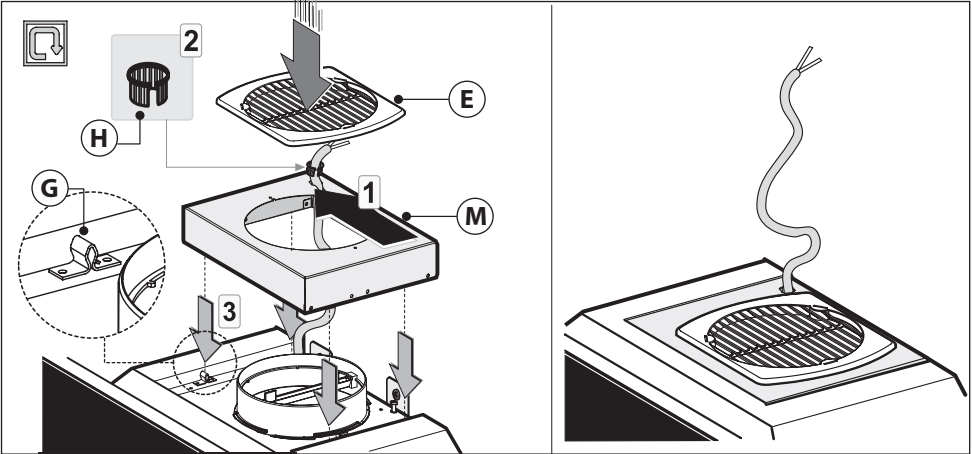

Fig.6
-För in matarkabeln i hålet i kupolen **M** som visas i Fig.6.
-Sätt tillbaka kupolen **M** och gallret **E** på plats. Se till så att den hakas fast ordentligt i spjärrarna **G** (Fig.6).